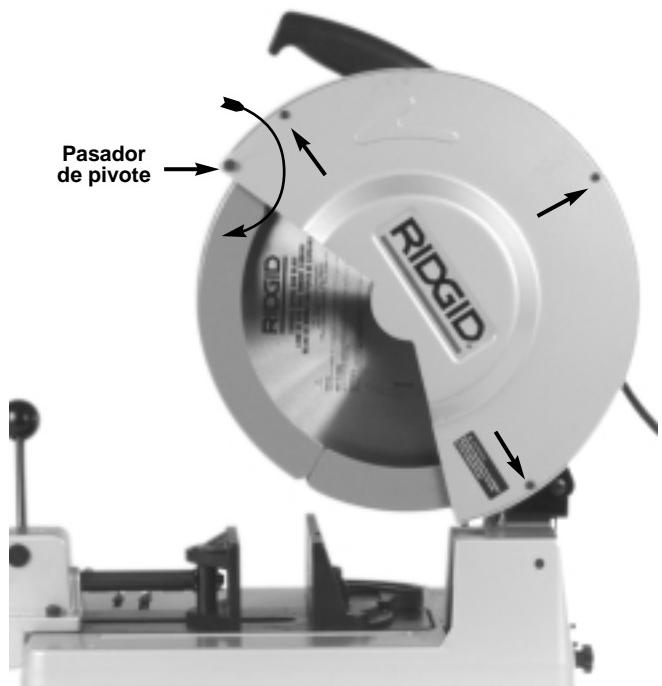

Figura 7 – Extracción de la cubierta de seguridad
2. Afloje los tres (3) tornillos en la cubierta protectora, luego gírela hacia la derecha alrededor del pasador de pivote para dejar expuesto el árbol del eje (*Figura 7*).